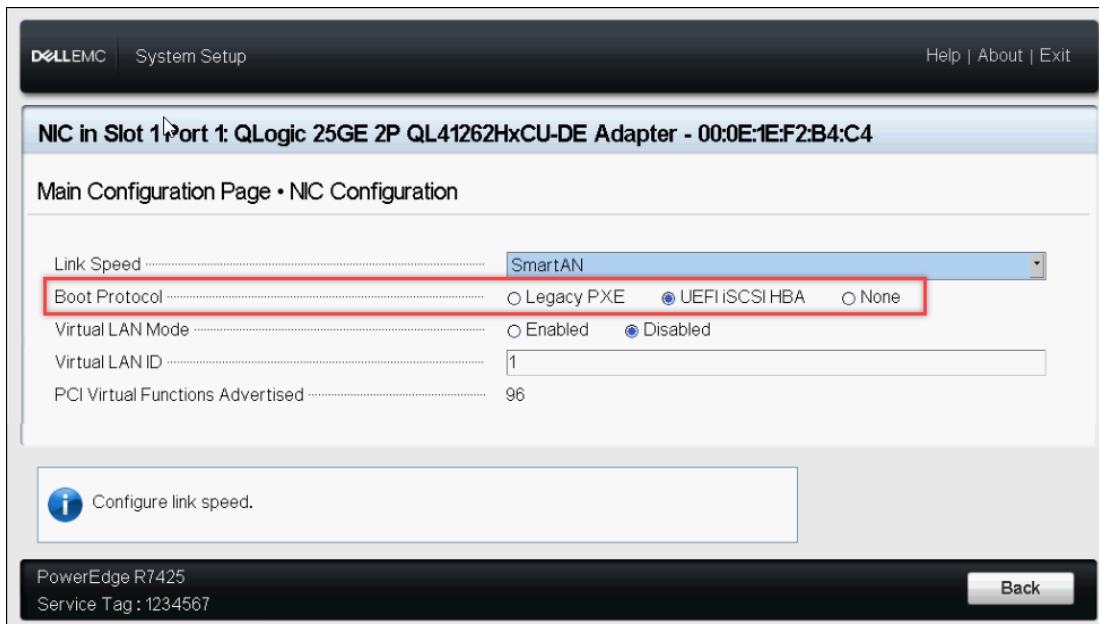

Ilustración 6-4. System Setup: NIC Configuration, Boot Protocol (Configuración NIC, Protocolo de inicio)
1. En la página NIC Configuration (Configuración de NIC) (Ilustración 6-4), para la opción **Boot Protocol** (Protocolo de inicio), seleccione **UEFI iSCSI HBA** (requiere el modo NPAR).